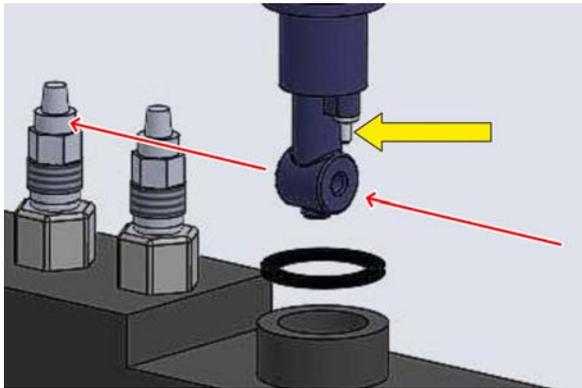

Bild 7-20: Leitfähigkeitssensor einsetzen
- Überprüfen Sie die Fließrichtung. In Bild 7-20 ist diese mit einem roten Pfeil gekennzeichnet.